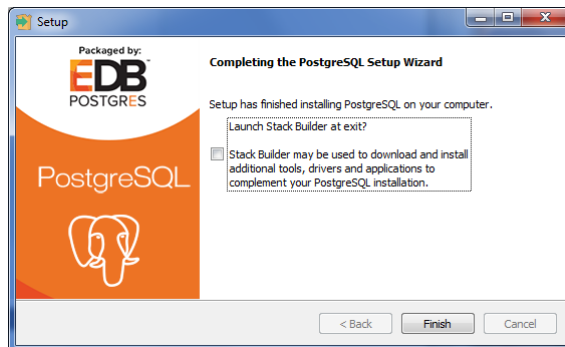

Рис. 3.11. Завершение установки СУБД PostgreSQL
11. В открывшемся окне уберите флажок *Launch StackBuilder at exit?* и нажмите кнопку *Finish* (Рис. 3.11). Установка завершена.